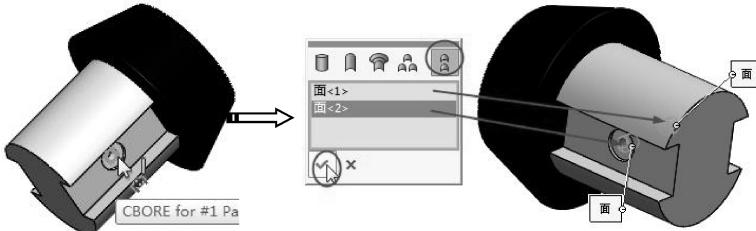

图 5-38 选择孔添加大小尺寸
- 03 在【DimXpert】选项卡中单击【大小尺寸】按钮, 选择孔进行标注, 随后弹出识别特征的特征选择器, 单击特征选择器, 单击【生成复合孔】按钮, 接着选择另一侧的孔面, 如图 5-38 所示。